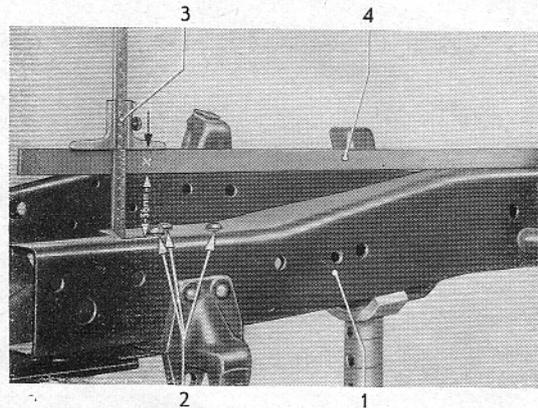

Bild 6 – Rahmenvorderteil prüfen
2. Entsprechend langes, einwandfreies Lineal hochkant auf Träger aufsetzen und mit Schraubzwinde festklemmen (Bild 6).